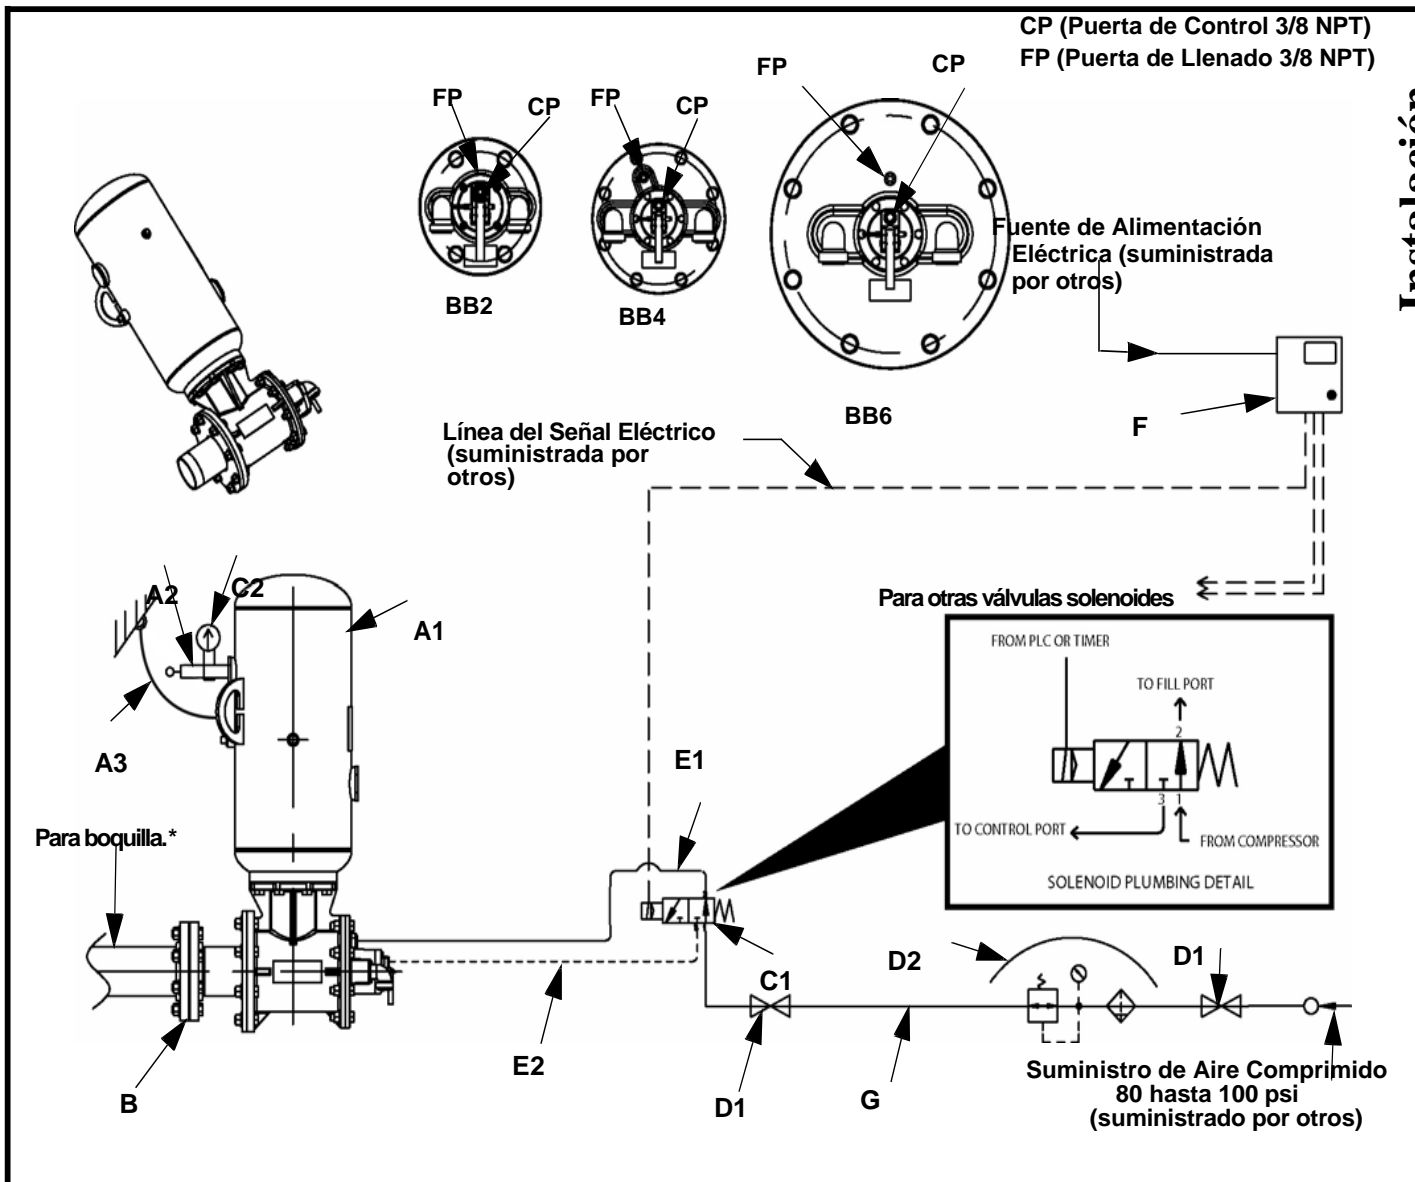

Figura 12. Detalle de la Tubería para Válvula Solenoide Normalmente Abierta
3. Retire el tornillo sextavado empotrado del orificio de llenado de la válvula. Véase la Figura 12 o 13.
- a. Si se utiliza una válvula solenoide normalmente abierta, conecte el orificio de salida de la válvula solenoide eléctrico de 3 vías (2) al orificio de llenado de la válvula de escape. Véase la Figura 12.